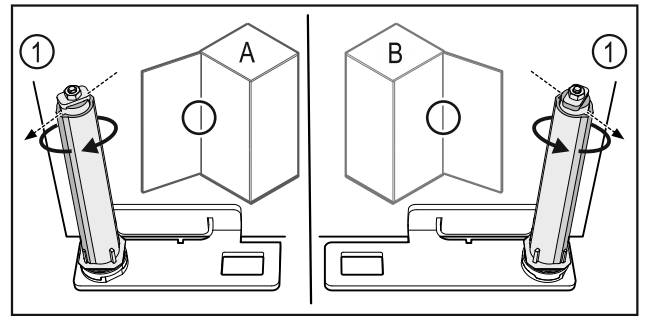

Fig. 59 Butée à gauche (A) / butée à droite (B)
- Tourner le système de fermeture contre la résistance jusqu'à ce que son arête Fig. 59 (1) pointe vers l'extérieur.